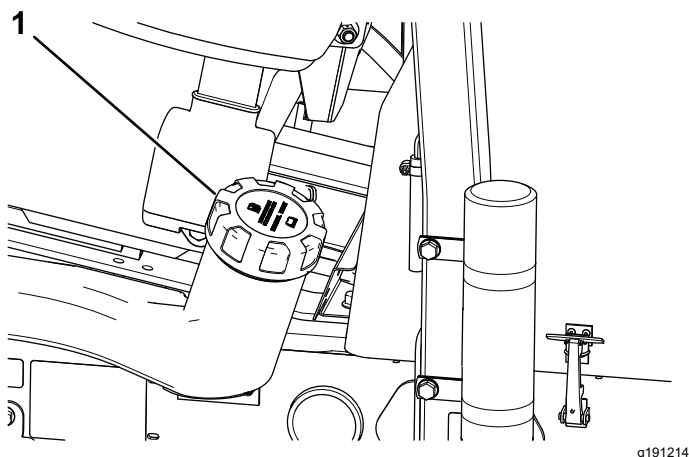

Figure 44
2. Nettoyez la surface autour du bouchon du réservoir de carburant (Figure 44).